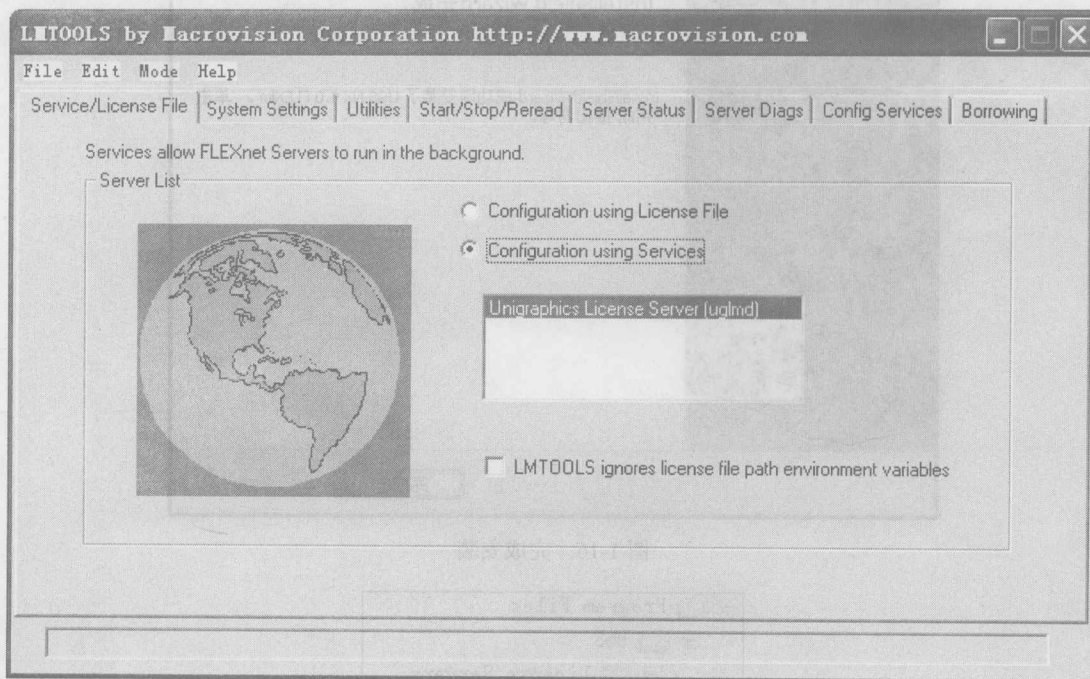

图 1-20 配置 server
(12) 在弹出的对话框中, 选择 “Configuration using Services”, 如图 1-20 所示。